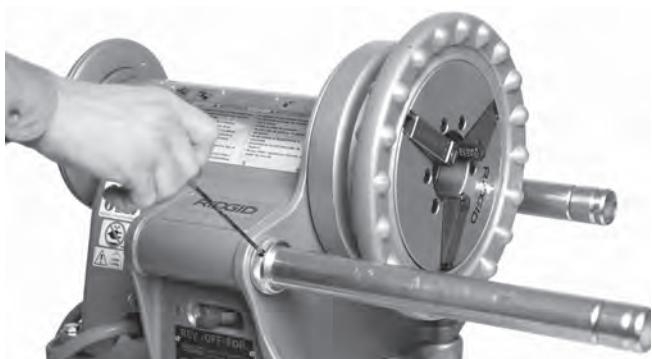

Figure 8 – Position de vis de blocage
- Déployez les supports d'accessoires entièrement. Repoussez les bagues de rétention jusqu'au corps du 300 Power Drive. Serrez les vis de blocage des bagues de rétention à l'aide d'une clé Allen de  $\frac{1}{8}$ " (*Figure 8*).